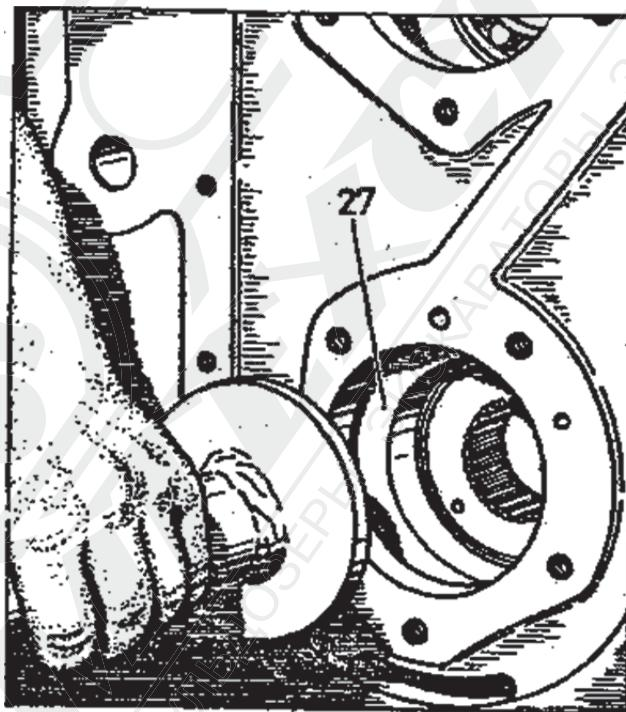

Рис. 2-45. Вдавливание зубчатого колеса 27
5. Вдавить с помощью стержня зубчатое колесо 27 в бочкообразный роликоподшипник 22217 /поз. 28/ посаженное внутри корпуса коробки скоростей /рис. 2-45/.